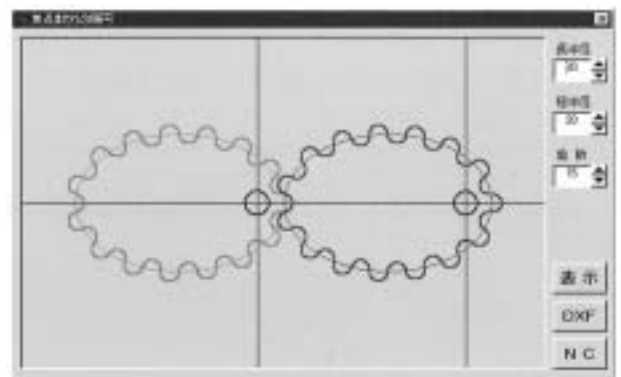
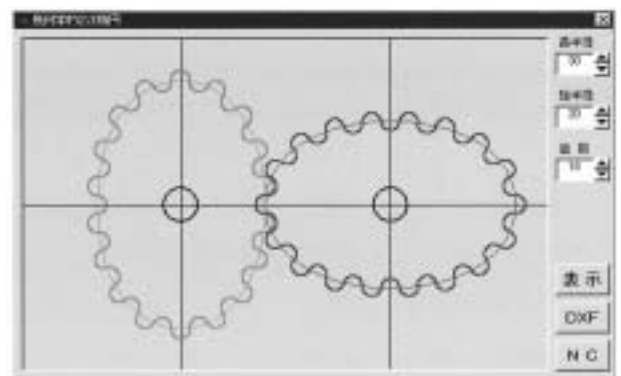
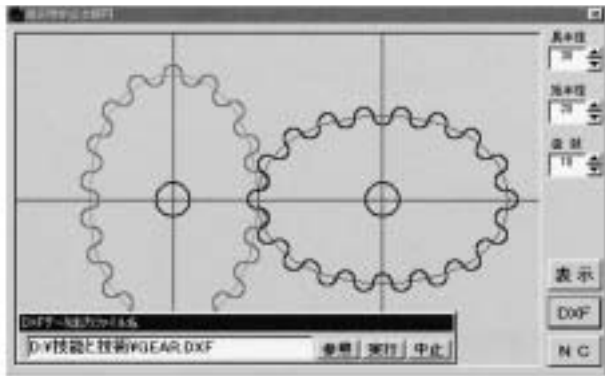

図2 「焦点まわりに回る2つの楕円」画面
図3 「幾何学的中心まわりに回転する2次の楕円」画面
図4 「歯車形状のDXFデータ出力」画面
- (2) 「焦点まわりに回る2つの楕円」を選択した場合は図2の画面が表示される。「幾何学的中心まわりに回転する2次の楕円」を選択した場合は図3の画面が表示される。
- (3) 長半径・短半径・歯数を「 」ボタンまたはキーボードから入力し、「表示」ボタンを押すと、その歯車形状が再表示される。
(4) 希望の歯車形状が決まり，CADに出力する場合は，「DXF」ボタンを押す。図4に示す「出力ファイル名」を指示する画面となる。